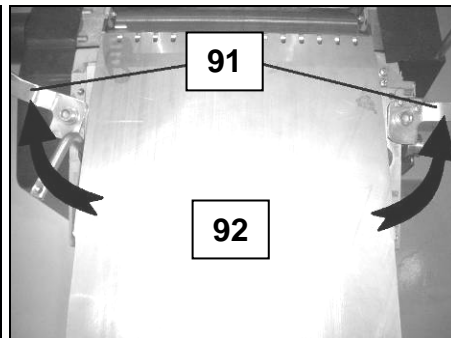

Fig 65
- Ecartez les manettes de serrage (91) et ôtez la table de sortie (92) (Fig 65).